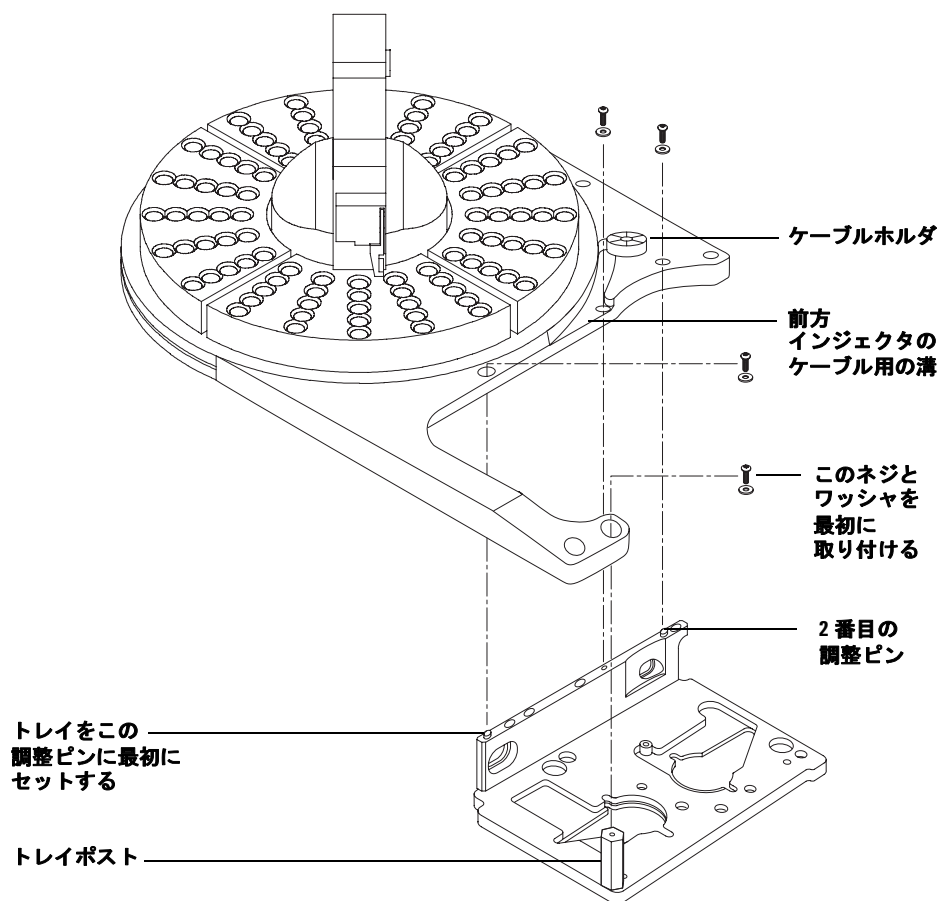

図8 トレイを取り付ける
- 4 ブラケットの(オープンに向かって)右前面隅にある穴にトレイポストを取り付けます(図8)。
前方の位置 タレットがGCの正面を向くようにインジェクタを回転します。ベースにある調整ピンが注入口カバーにある調整穴に入るまで、インジェクタを下げます。G2916Aトレイを使用している場合、インジェクタのケーブルを、トレイの正面にある溝を経由し、ケーブルホルダの下を通して右に這わせます(図8を参照してください)。G2614Aトレイを使用している場合、ケーブルを、ケーブルガイドの下を通して右に這わせます。